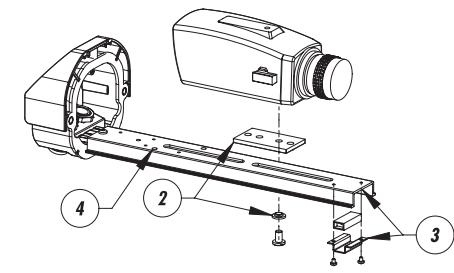
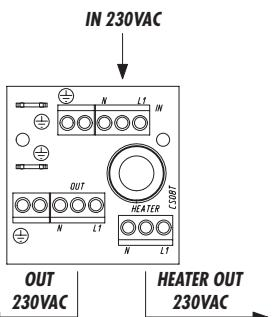
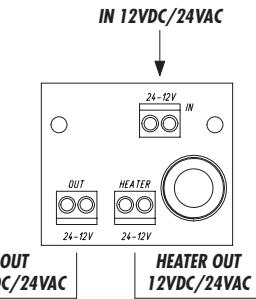

Fig. 2
Fig. 4
Fig. 5
- Fissare il PTC, tramite la relativa piastrina, sulla parte inferiore estrema della slitta interna (Fig. 2, punto 3).
- Passare il filo di collegamento lungo la parte inferiore della slitta e attraverso l'apposito foro (Fig. 2, punto 4), connettere i fili dell'elemento riscaldante al circuito sul morsetto indicato con HEATER (Fig. 4 o Fig. 5). Nel circuito c'è anche la possibilità di prelevare l'alimentazione per una telecamera (Fig. 4, OUT 230VAC o Fig. 5, OUT 12VDC/24VAC). Si ricorda di prestare attenzione al tipo di alimentazione che viene fornita in quanto è la medesima per telecamera e riscaldamento.
- Collegare il circuito ad una sorgente esterna sui morsetti di ingresso (Fig. 4, IN 230VAC o Fig. 5, IN 12VDC/24VAC). Le custodie del tipo antipolvere sono predisposte per il fissaggio delle connessioni di terra da eseguire secondo le norme vigenti.
- Fixer le PTC au moyen de sa platine sur l'extrémité inférieure de la glisseuse interne (Fig. 2, point 3).
- Passer le fil de connexion le long de la partie inférieure de la glisseuse et à travers l'orifice prévu (Fig. 2, point 4), connecter les fils de la résistance au circuit sur la borne indiquant HEATER (Fig. 4 ou Fig. 5). Le circuit permet également de prélever l'alimentation pour une caméra (Fig. 4, OUT 230VAC ou Fig. 5, OUT 12VDC/24VAC). Attention au type d'alimentation fournie, identique pour caméra et chauffage.
- Connecter le circuit à une source externe sur les bornes d'entrée (Fig. 4, IN 230VAC ou Fig. 5, IN 12VDC/24VAC). Les caissons de type antipoussière sont prévus pour la fixation des branchements de terre devant être effectués selon les normes en vigueur.
- Fix the PTC resistor, using the plate supplied for this, on the bottom end of the inner slide (Fig. 2, point 3).
- Pass the connecting wire along the underneath of the slide and through the hole provided (Fig. 2, point 4), connect the wires of the heater element to the circuit at the terminal named HEATER (Fig. 4 or Fig. 5). The circuit can also be used to take off power for a camera (Fig. 4, OUT 230VAC or Fig. 5, OUT 12VDC/24VAC). Remember to make sure that the power supply is the suitable one, because it is the same for both the camera and the heater.
- Connect the circuit to an external power supply via the input terminals (Fig. 4, IN 230VAC or Fig. 5, IN 12VDC/24VAC). Dustproof type housings are designed with attachments for the earth connections, to be made according to the regulations in force.
- Den PTC-Widerstand mit Hilfe des zugehörigen Plättchens auf dem unteren Teil am Ende des Innenchlittens befestigen (Fig. 2, Punkt 3).
- Den Verbindungsdrat den unteren Schlittenteil entlang und durch das vorgesehene Loch führen (Fig. 2, Punkt 4), die Drähte des Heizelementes an die Schaltkreisklemme anschließen, die mit HEATER bezeichnet ist (Fig. 4 oder Fig. 5). Der Schaltkreis bietet zudem die Möglichkeit, auch die Stromversorgung für eine Videokamera abzugreifen (Fig. 4, OUT 230VAC oder Fig. 5, OUT 12VDC/24VAC). Wir erinnern noch einmal daran, daß auf die bereitgestellte Versorgungsspannung zu achten ist, weil sie für Kamera und Heizung gleich ist.
- Den Schaltkreis an den Eingangsquellen mit einer externen Quelle verbinden (Fig. 4, IN 230VAC oder Fig. 5, IN 12VDC/24VAC). Die staubdichten Gehäuse sind eingerichtet für die Befestigung der Erdungsanschlüsse, die nach den geltenden Vorschriften vorzunehmen sind.